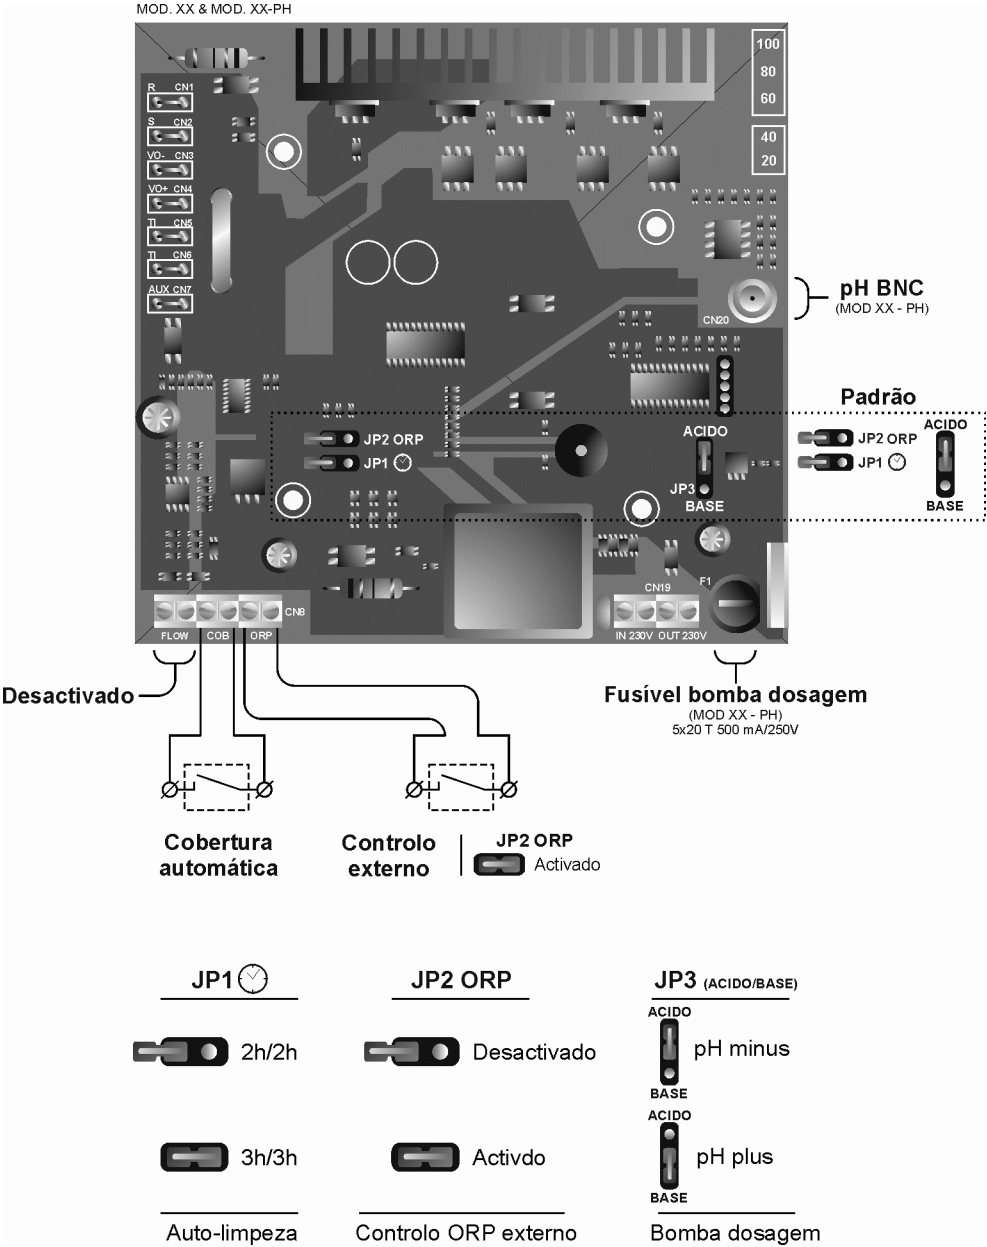

Fig. 16
- **Sistema de AUTOLIMPEZA DOS ELÉCTRODOS:** as luzes [5] indicam o estado da polarização dos eléctrodos (directa/inversa) A frequência de inversão pode-se seleccionar através do jumper "JP1" situado na placa de controlo do sistema (Fig. 16). Esta configuração ficará efetiva quando o equipamento seja desconectado e conectado novamente.